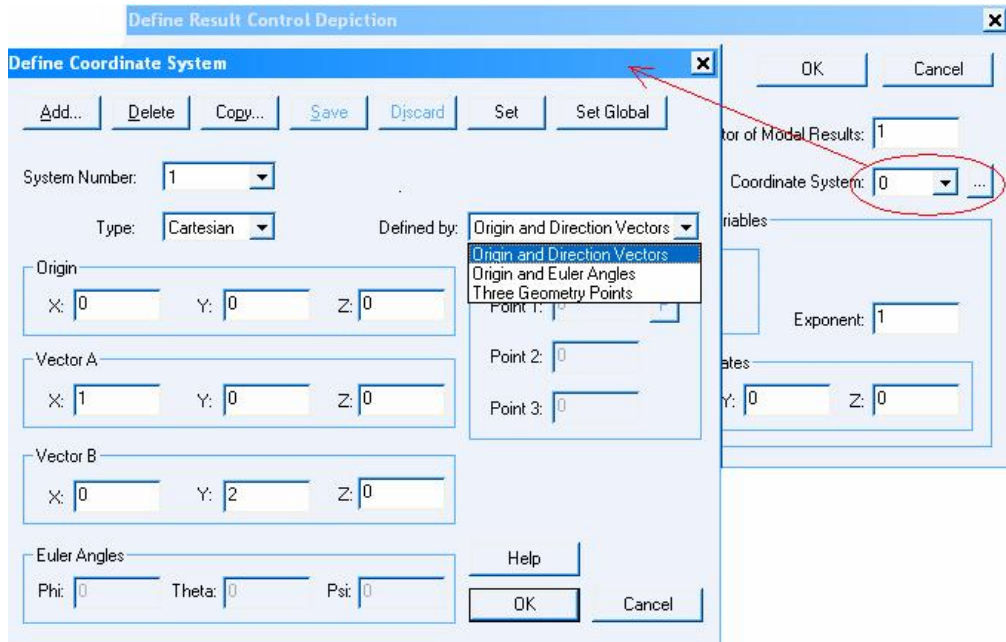

图 9.2
**用法：**后处理中，菜单 Display - Band Plot - Create...(或图标)，点击 Create Band Plot 窗口中 Result Control 项右侧的 ... 按钮，进入 Define Result Control Depiction 窗口，点击该窗口中 Coordinate System 项右侧的 ... 按钮，进入 Define Coordinate System 对话框。或者，菜单 Display - Band Plot - Modify...(或图标)，点击 Modify Band Plot 窗口中的 Result Control...按钮，依次即可进入 Define Coordinate System 对话框，如图 9.2 所示。该坐标系的定义方法与<2、Local Coordinate System>中的局部坐标系的定义方法完全相同。定义完成后，可在 Define Result Control Depiction 窗口选择所用的结果转换坐标系（默认为 0，即整体坐标系）。